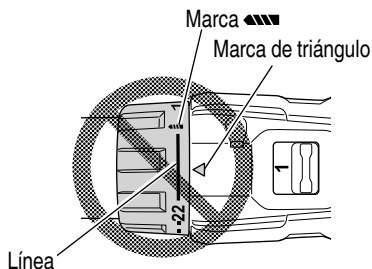

Fig. 13
- Evite usar la unidad con el número del dial del embrague entre "22" y la línea provista en el medio de la marca del taladro "▲". Si lo hiciese, se podrían producir daños (Consulte la Fig. 13).